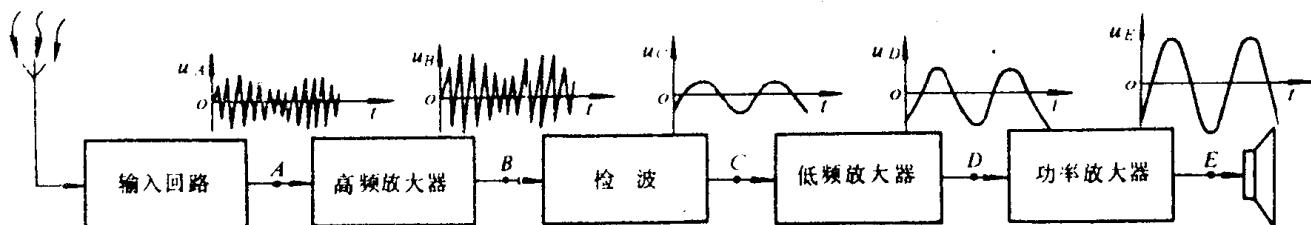

图 1-3 直接放大式收音机方框图及各部分的波形图
直接放大式收音机一般由接收天线、输入回路、高频放大器、检波器、低频放大器及功率放大器等组成。结构框图见图 1-3
到高频放大器进行放大。经高频放大器放大后，再将高频调幅信号送到检波器，由检波器解调——即取出音频信号。由检波器取出的音频信号再经低频放大器、功率放大器放大后，送往扬声器还原成声音。其主要工作过程及信号的波形变换情况，均见图 1-3。
6. 参照图1-3，试简述直接放大式收音机的工作过程。